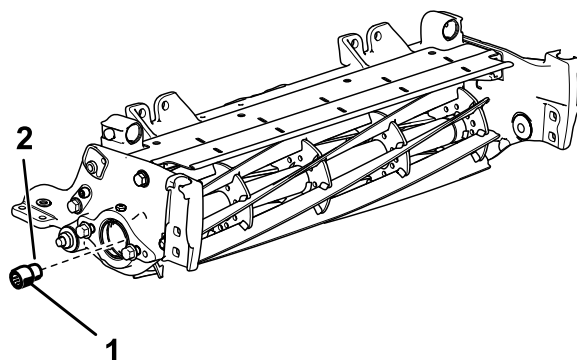

图4
8. 将中等强度防松螺纹油如蓝色 Loctite® 243 乐泰胶涂在新的花键插入件较长端的螺纹上然后仅固定到滚刀马达侧的滚刀轴上。 图4上紧插入件扭矩至 115 128N·m。